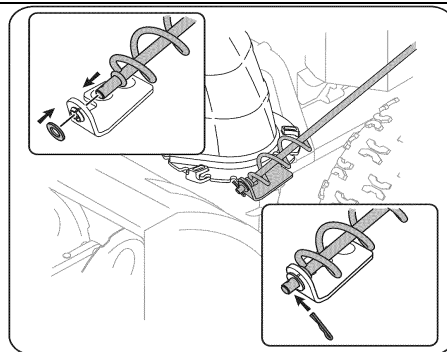

Рис. 5
7. Вставьте конец регулятора в нижний кронштейн и затяните плоскую шайбу и защелку (См. Рис. 5). При необходимости можно отрегулировать нижний кронштейн (более подробная информация приведена в разделе «Техническое обслуживание» – Регулировка кронштейна желоба).